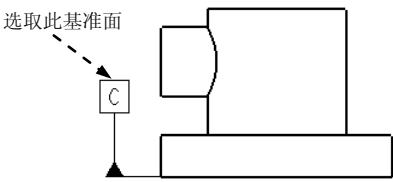
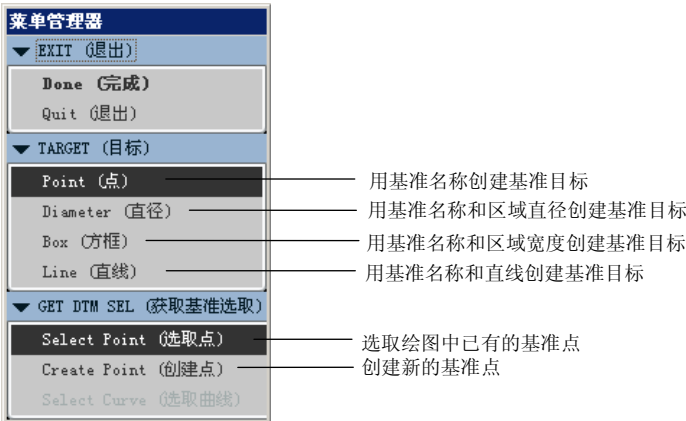

图 5.4.9 选取基准面
图 5.4.10 菜单管理器
Step3. 在系统 **为目标选取设置基准平面或轴** 的提示下，选取图 5.4.9 所示的基准面，系统弹出图 5.4.10 所示的菜单管理器。
Step7. 在图 5.4.10 所示的菜单中选择 **Done (完成)** 命令。